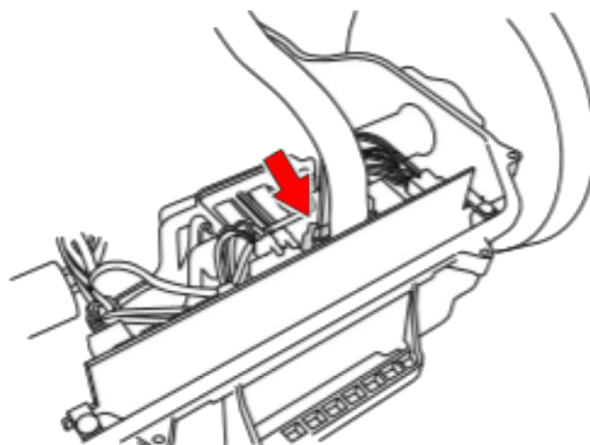

Figura 3
4. Desconecte el cable HMI de la impresión principal. Esto se indica con una flecha en la Figura 3.